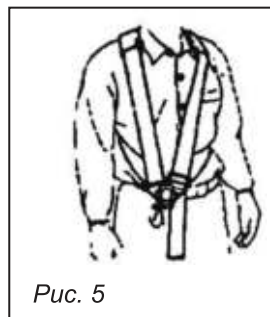

Рис. 5
Ремень крепится к штанге с помощью держателя. Согласно рис.5 наденьте ремень на шею и пристегните карабин за место крепления (10), см. рис. 2.